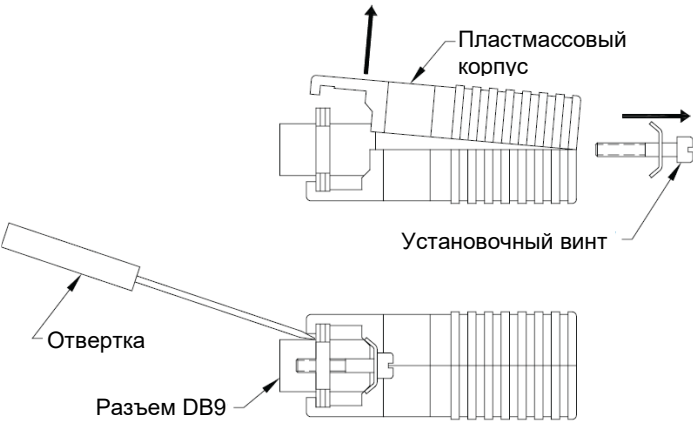

Рисунок 10: Вскрытие корпуса преобразователя
- 5. С помощью маленькой отвертки подденьте и вскройте пластмассовый корпус преобразователя последовательных интерфейсов, как показано на рис. 10.